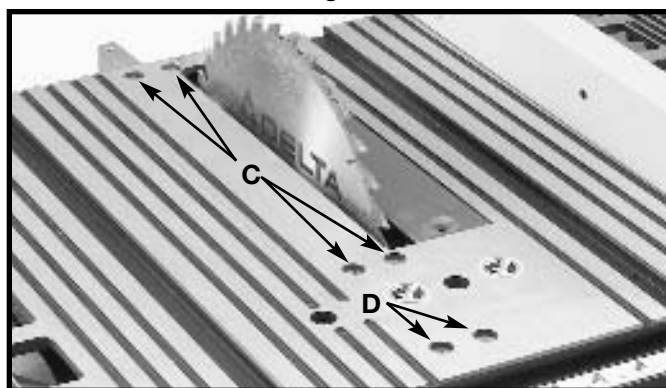

Fig. 37
2. Le pointeur indique la distance entre le guide et la lame de la scie. Si un réglage est nécessaire, desserrer la vis (C) fig. 37 et régler.
Commencer en desserrant les écrous sous les quatre vis (C) fig. 37 sur la table. Puis desserrer les vis (C). Déplacer soigneusement la lame de la scie jusqu'à ce qu'elle soit parallèle à la fente de la jauge à onglet. Puis serrer solidement quatre écrous sous la table ainsi que les quatre vis (C) Fig. 37.
REMARQUE : S'il n'est pas possible d'effectuer un réglage suffisant en desserrant les vis (C) fig. 37, desserrer la vis (D) fig. 37 pour effectuer le réglage.